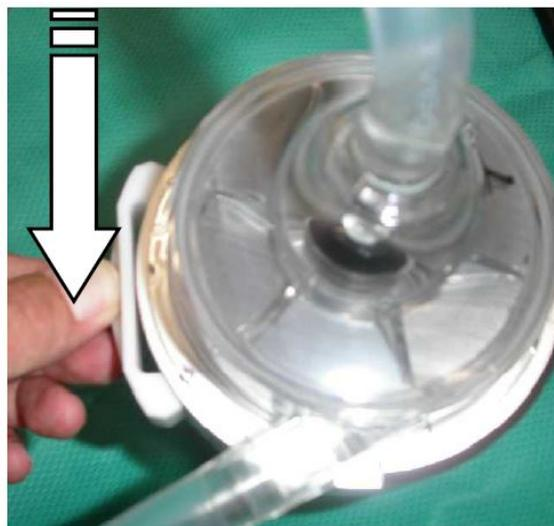

図 2
5. スライドフックを図 2 のように押し、本品をドライブモーターから外す。本品に異常が無いことを確認したのちに再び本品をドライブモーターに取り付ける。